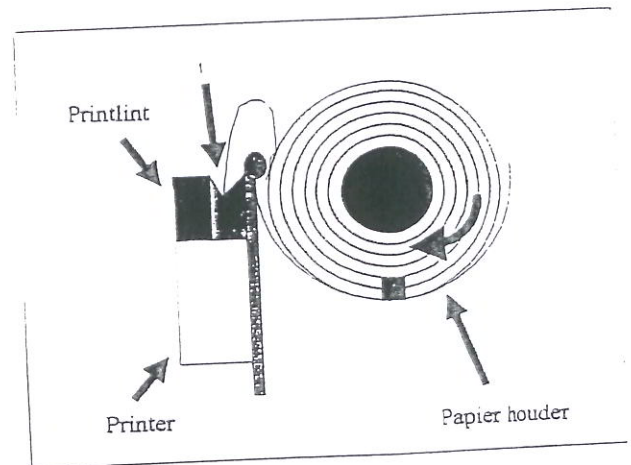

Fig. 24 Papierhouder (zijaanzicht)
- Monteer het printlint in de printer. Let erop dat het lint recht in de geleidingsgleuf ligt (Fig. 24). Indien dit niet het geval is, druk dan op de papierdoorvoertoets. Het lint moet zich nu vanzelf strak trekken. Indien het lint nog niet recht ligt, verwijder dan de cassette weer en herhaal de procedure;
- Voer het papier in het papiertransportsysteem van de printer (Fig. 24 pos. 1);